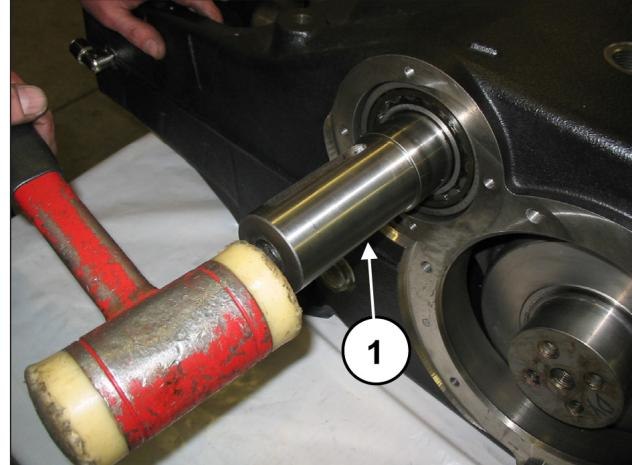
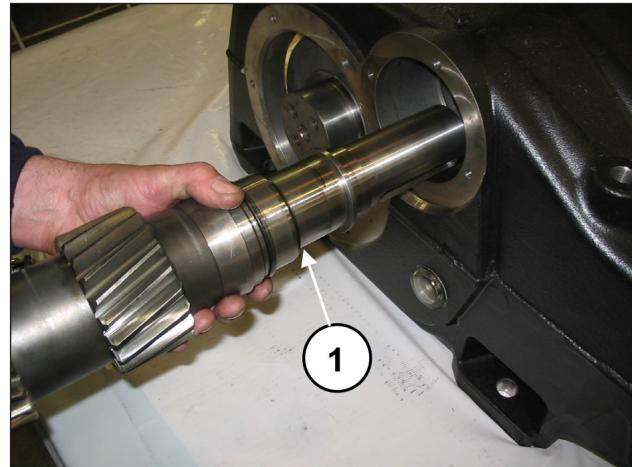

Fig. 31
Fig. 32
Utilizando una herramienta de percusión (pos. ①, Fig. 31) extraer el eje PTO por uno de los dos lados (pos. ①, Fig. 32).